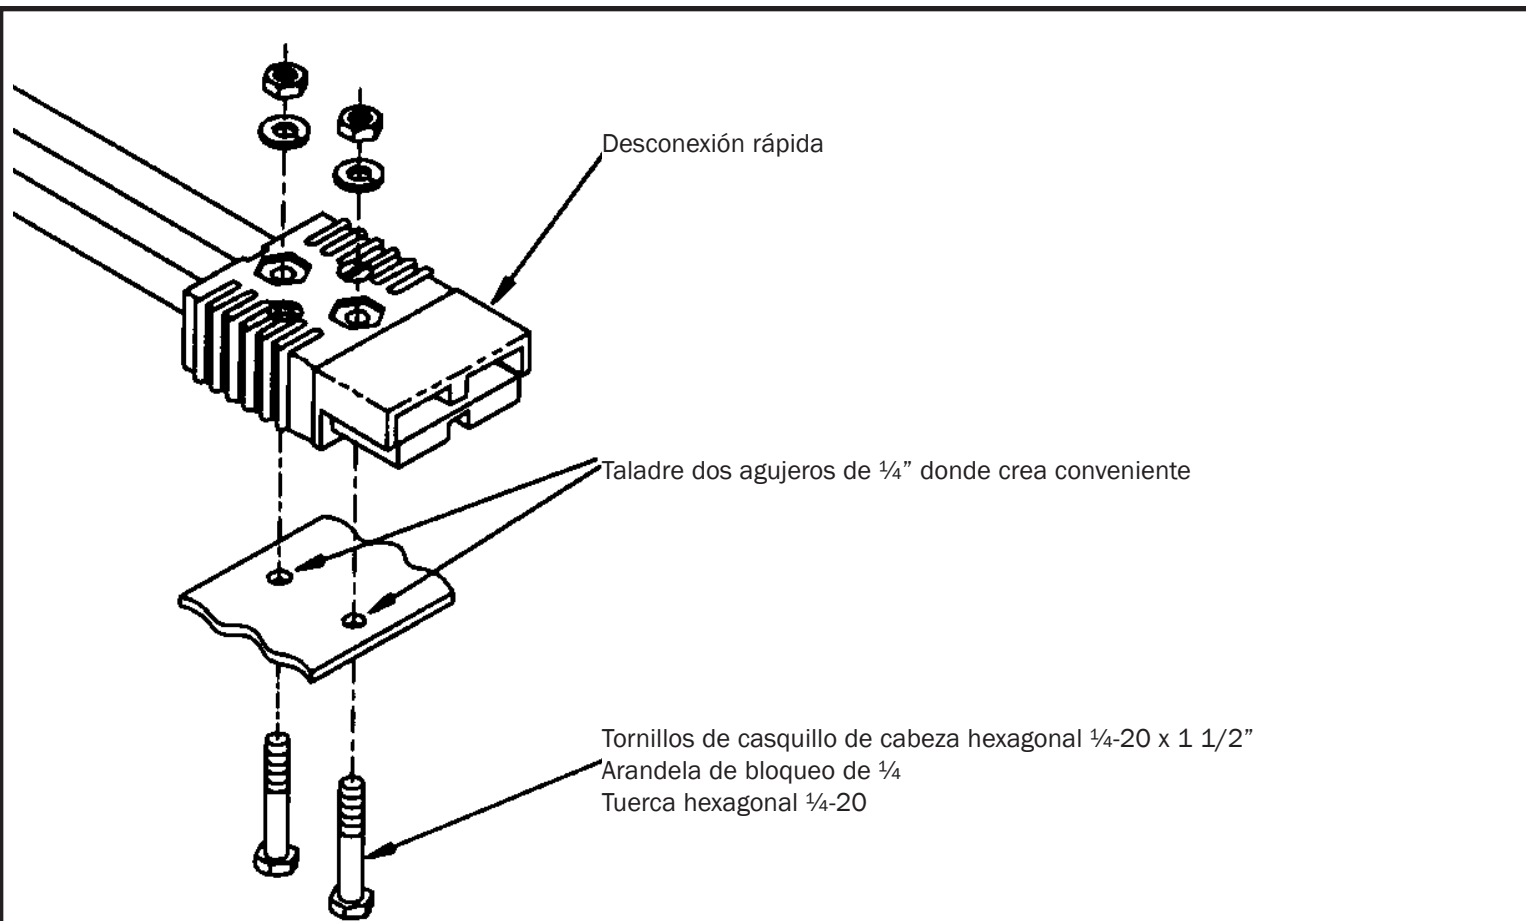

FIGURA 2
3. Se proporciona un cable eléctrico de conexión rápida de aproximadamente 183 cm para conectarlo a la batería durante las instalaciones del receptor frontal del vehículo. Para utilizar el cabrestante en la parte trasera del vehículo, los distribuidores de Warn tienen a su disposición cables de conexión rápida más largos. Para el juego de 6,1 metros (20 pies) solicite el número de referencia 32963. Para el juego de 7,3 metros (24 pies), solicite el número de referencia 32966. Elija un lugar del parachoques o rejilla del vehículo para montar el cable de conexión rápida tal y como se muestra en la Figura 2. Asegúrese de que el cable del cabrestante tiene el alcance necesario cuando se coloque el montaje múltiple en el receptor con el pasador de enganche en su sitio. Conecte los extremos + y - del cable a la batería del vehículo.